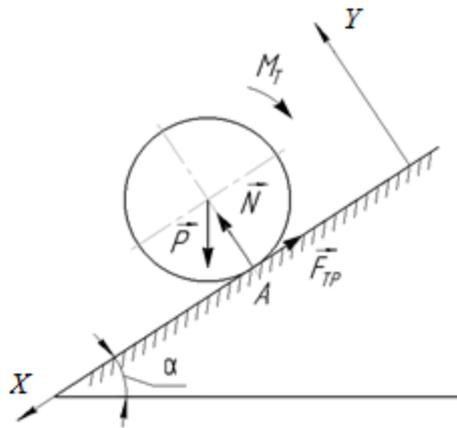

Рисунок 16 – Условие задачи 8
**Задача 8.** На наклонной поверхности находится цилиндр радиусом  $r$  (рисунок 16). Определить, при каких углах  $\alpha$  наклона плоскости к горизонту цилиндр будет находиться в равновесии, если  $f$  – коэффициент трения скольжения,  $f_k$  – коэффициент трения качения.
Изобразим действующие на цилиндр силы. Силу трения скольжения направим вверх по наклонной поверхности, момент трения качения – по часовой стрелке, одну из осей – по наклонной поверхности (см. рисунок 16).